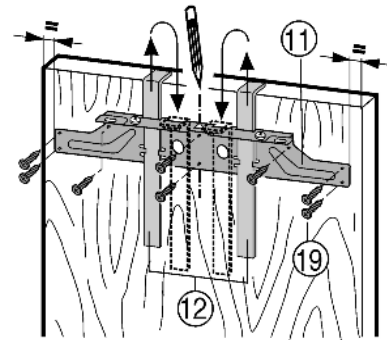

Fig. 14
- ▶ Bevestigingsdwarsstrip Fig. 14 (11) met de montagehulpstukken Fig. 14 (12) aan de binnenkant van de kastdeur hangen.
- ▶ Bevestigingsdwarsstrip Fig. 14 (11) centrisch uitlijnen: korte middenlijn op de kastdeur aangeven en daar overheen pijlpunt van de dwarsstrip aanbrengen.
- ▶ De bevestigingsdwarsstrip Fig. 14 (11) met minstens 6 schroeven Fig. 14 (19) vastdraaien.
- ▶ De bevestigingsdwarsstrip Fig. 14 (11) met 4 schroeven Fig. 14 (19) aan de rand vastschroeven.
- ▶ Trek de montagehulpstukken Fig. 14 (12) naar boven eruit en schuif ze gedraaid in de ernaast gelegen opnameopeningen.